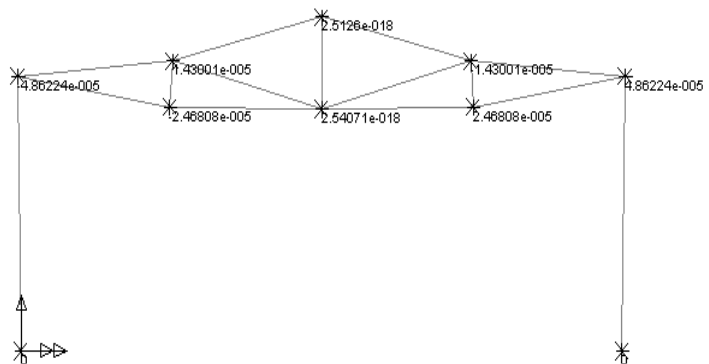

Fig. 59
- pe ecran va fi afișată deformată și valorile extreme ale deplasărilor pe direcția axei X pentru cazul activ de încărcare (fig. 59) (**Obs: Simetrie geometrică, elastică, de rezemare și încărcare simetrică duc la deplasări simetrice.**)